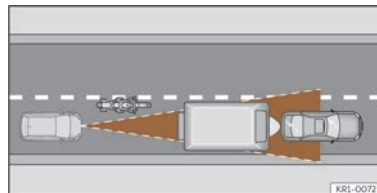

Fig. 144 Motociclist în față, în afara razei de acțiune a senzorului cu radar.
- Autovehicule nealiniat în timpul deplasării sau aflate în afara zonei de detectare a senzorului, cum ar fi motocicletele >>> **fig. 144.**